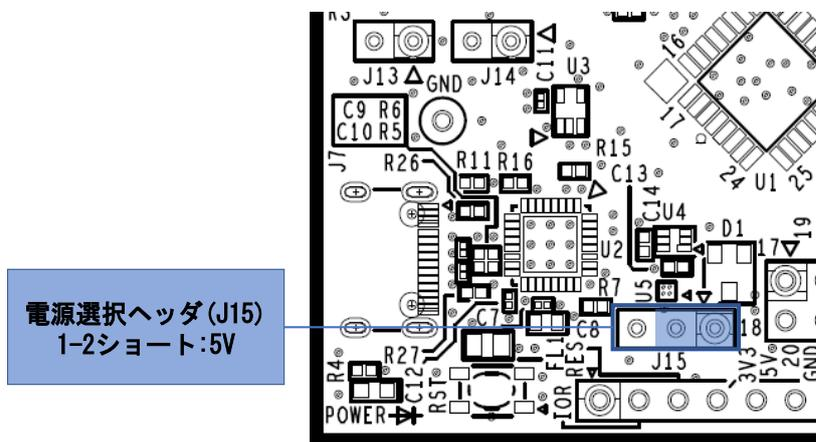

図 5-5: 5V 使用時のヘッド設定(部品面)
- ・ J15 1-2 ショート : 5V 電源を選択。出荷時初期設定。(図 5-5)